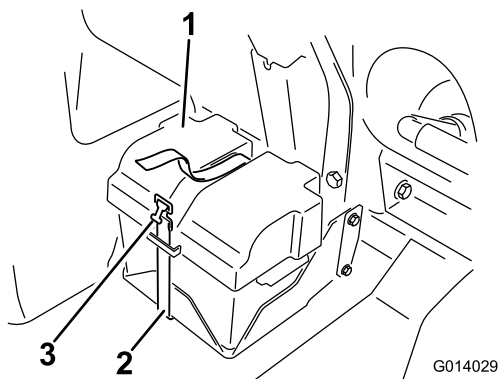

図 16
3. バッテリーについているカバーを外し（図 16）、マイナスケーブルを外す。
- 10. バッテリーカバーを、ストラップでバッテリーボックスに固定する (図 16)。